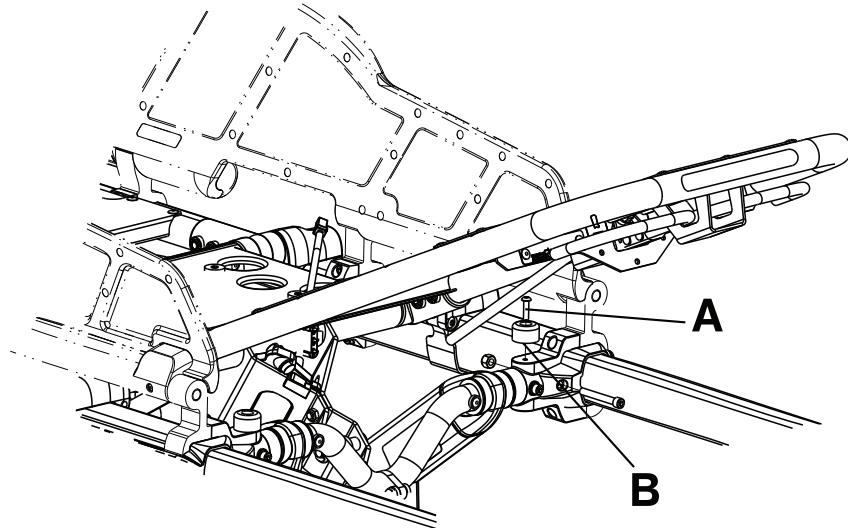

Figure 21 – Remplacement de la barrière (XPS)
3. À l'aide d'une clé Torx T25, retirer la vis d'assemblage à tête ronde (A) et la butée noire (B) du côté où la barrière est remplacée (Figure 21). Conserver la vis et la butée.